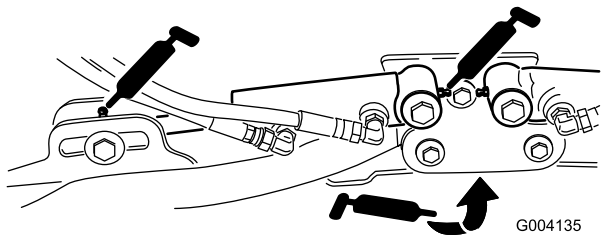

Figura 52
- Cilindros do braço de elevação da unidade de corte (2 de cada) (Figura 52)
- Articulações do braço de elevação (1 de cada) (Figura 52)